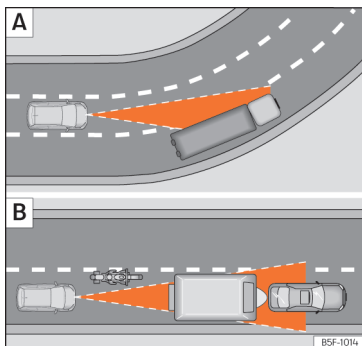

Abb. 279 [A] Fahrzeug in einer Kurve. [B] Vorausfahrender Motorradfahrer außerhalb des Erfassungsbereichs des Radarsensors.
Beim Ein- oder Ausfahren einiger Kurve kann es vorkommen, dass der Radarsensor das vorausfahrende Fahrzeug nicht mehr erfasst oder auf ein Fahrzeug auf der Nebenspur reagiert » **Abb. 279 [A]**. Es ist möglich, dass das Fahrzeug unnötigerweise bremst oder nicht mehr auf das vorausfahrende Fahrzeug reagiert. In diesem Fall muss der Fahrer eingreifen, indem er beschleunigt oder durch Betätigen des Bremspedals oder Drücken des dritten Hebels bis zur Position **CANCEL** » **Abb. 276 ③** den Bremsvorgang abbricht. »
Der Radarsensor kann schmale oder versetzt fahrende Fahrzeuge nur erkennen, wenn sich diese innerhalb seiner Reichweite befinden » Abb. 279 [B]. In diesen Fällen müssen Sie bei Bedarf selbst bremsen.